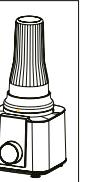

Рис. 8
- Включите питание, поверните переключатель по часовой стрелке, выберите максимальную скорость работы «10». Прибор начнет работу (рис. 8).